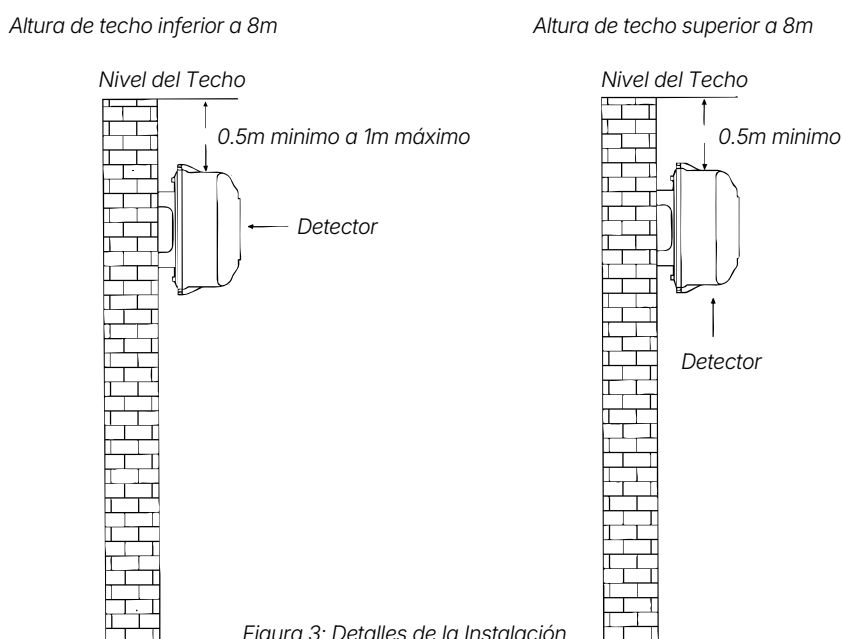

Figura 3: Detalles de la Instalación
1. En una superficie plana y desocupada. Si la altura del techo es inferior a 8 metros, el detector de haz debe instalarse entre 0,5 y 1 metro por debajo del nivel del techo. Véase la figura 3.
2. En una superficie plana y desocupada. Si la altura del techo supera los 8 metros, el detector de haz debe instalarse a un mínimo de 0,5 metros por debajo del techo. Véase la figura 3.